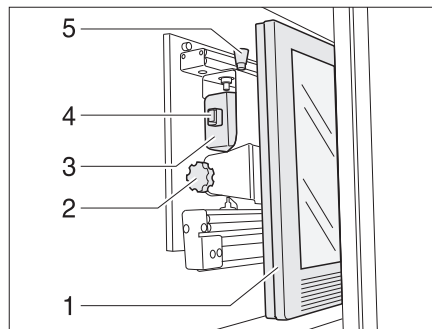

Fig. 131 Armario de TV
- Presionar el botón de desbloqueo (Fig. 131,5) y tirar el soporte para la pantalla plana hacia adelante hasta el tope agarrándolo del tirador (Fig. 131,4).
- Tirar del botón de desbloqueo (Fig. 131,1) y girar la pantalla plana (Fig. 131,2) a la posición deseada.
- Aflojar el tornillo moleteado (Fig. 131,3).